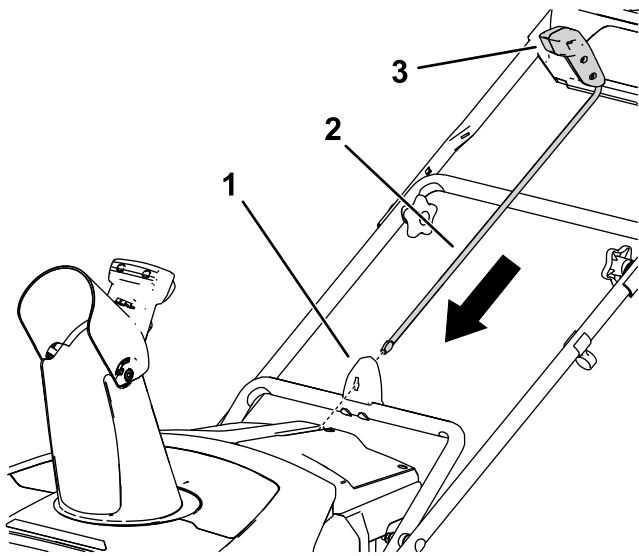

Bild 7
1. Vergewissern Sie sich, dass das Ablenklech nach vorne gerichtet ist (Bild 7).
2. Setzen Sie die den Auswurfkanal-Hebel mit dem Griff nach vorn in die Führung ein und drücken Sie ihn nach unten, bis er einrastet (Bild 7).